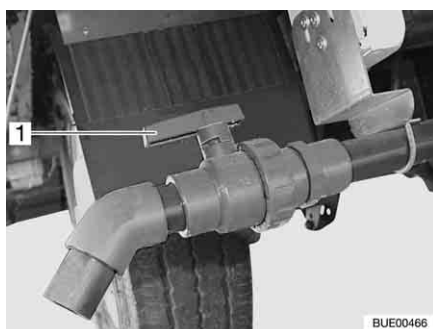

Fig. 207 Robinet de vidange
- Tourner la poignée (Fig. 207,1) du robinet de vidange dans le sens de l'écoulement.